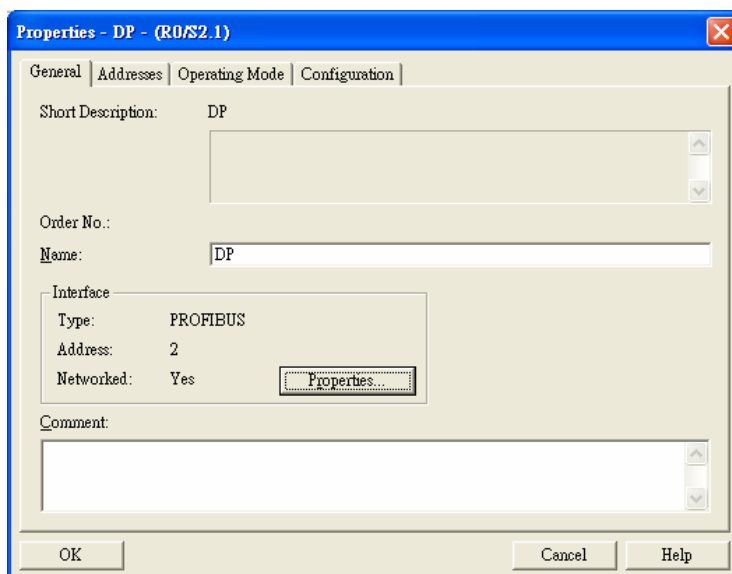

图 10-15
- 在图 10-15 所示的对话框中对 PROFIBUS DP 总线信息进行确认，确认无误后点击『OK』按钮。